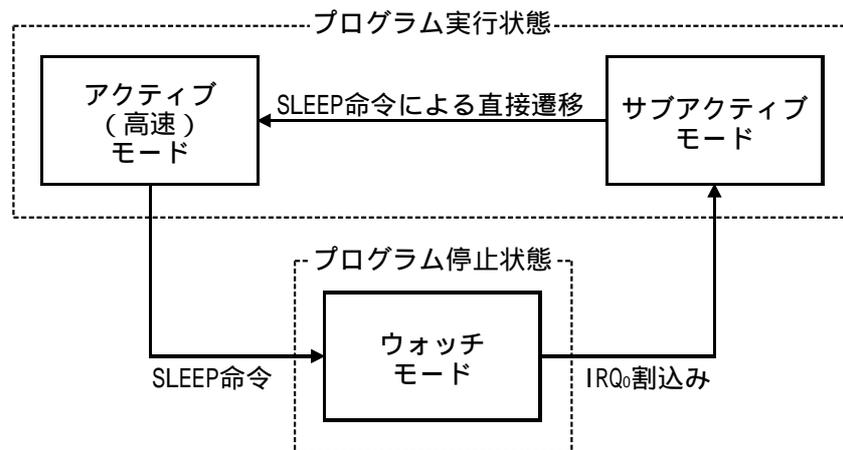

図2 サブアクティブモードへの遷移におけるモード遷移図
<p>(1) 本タスク例では、低消費電力モードのサブアクティブモードへの遷移を行ないます。図2にサブアクティブモードへのモード遷移図を示します。以下にサブアクティブモードの機能の説明を示します。</p> <ul style="list-style-type: none"> ・ウォッチモードで割込み（タイマA、IRQ₀）が発生したとき、SYSCR1のLSONが"1"ならば、サブアクティブモードに遷移します。また、サブスリープモードで割込み（タイマA、IRQ₃～IRQ₀、INT₇～INT₀）が発生したとき、サブアクティブモードに遷移します。 ・CCRのIビットが"1"の場合、または割込み許可レジスタにより当該割込みの受け付けが禁止されている場合は、サブアクティブモードに遷移しません。 ・サブアクティブモードの解除は、SLEEP命令またはRES端子入力により行われます。 ・SLEEP命令による解除は、SYSCR1のSSBYが"1"、TMAのTMA3が"1"の状態で行うと、サブアクティブモードは解除され、ウォッチモードに遷移します。 ・SYSCR1のSSBYが"0"、LSONが"1"、TMAのTMA3が"1"の状態で行うと、サブスリープモードに遷移します。 ・直接遷移によってアクティブ（高速）モードへ遷移します。 ・RES端子による解除は、RES端子を"Low"レベルにすると、システムクロックの発振が開始されます。発振安定時間経過後、RES端子を"High"レベルにすると、CPUはリセット例外処理を開始します。なお、システムクロックの発振開始と同時にLSI全体にシステムクロックが供給されます。 ・RES端子は、必ずシステムクロックの発振が安定するまで、"Low"レベルを保持してください。 ・サブアクティブモード解除後の発振安定時間は、SYSCR1のSTS2～STS0により設定します。発振安定時間は、10ms以上となるように設定しなければなりません。 ・本タスク例では、動作周波数に5MHzを使用しているため、発振安定時間を13.1072msに設定しています。 ・CPUがプログラムを実行している動作モードにはアクティブ（高速）モード、アクティブ（中速）モード、サブアクティブモードの3つのモードがあります。この3つの動作モードの間で、プログラムを停止する事なく遷移することを直接遷移と呼びます。直接遷移はSYSCR2のDTONを"1"にセットし、SLEEP命令を実行することにより可能です。遷移後は直接遷移割込み例外処理を開始します。なお、割込み許可レジスタ2により直接遷移割込みが禁止されている場合は、スリープモードまたはウォッチモードへ遷移します。また、CCRのIビットを"1"の状態で行うとスリープモードまたはウォッチモードに遷移し、遷移後のモードから割込みによる解除は不可能となります。 ・サブアクティブモードからアクティブ（高速）モードへの直接遷移は、サブアクティブモードでSYSCR1のSSBYを"1"、LSONを"0"、SYSCR2のMSONを"0"、DTONを"1"、TMAのTMA3を"1"にセットした状態でSLEEP命令を実行すると、ウォッチモードを経由し、SYSCR1のSTS2～STS0により設定された時間を経過した後、直接、アクティブ（高速）モードに遷移します。